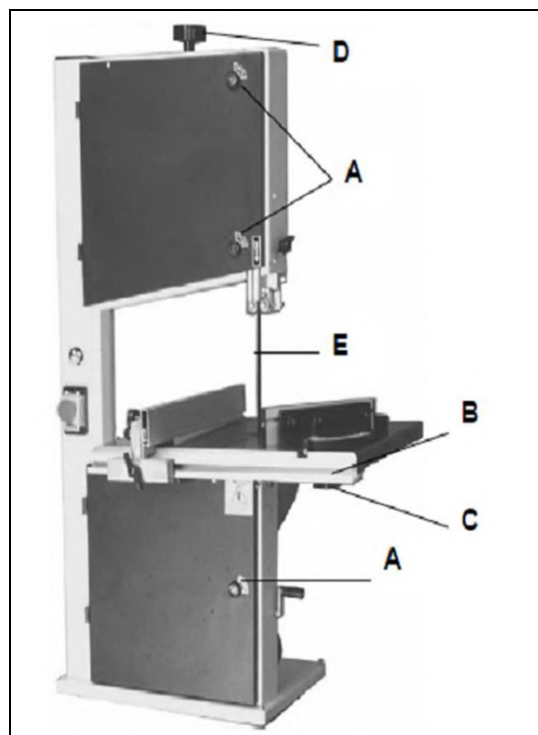

Fig 21
2. Åben dørene til det øvre og nedre hjul ved at dreje låsene (A, Fig 21) med en flad skruetrækker.